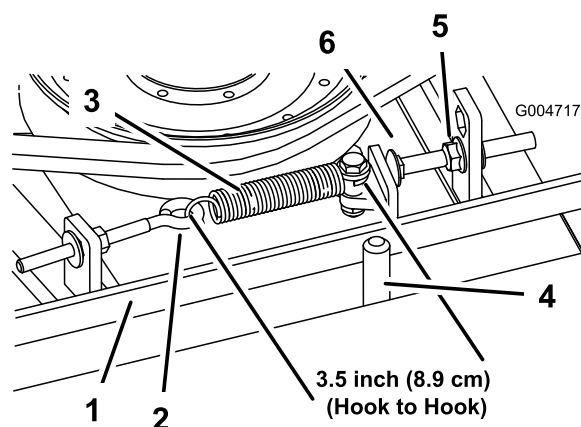

Figura 72
Quando la tensione è corretta, la misura interna della molla di prolunga (da gancio a gancio) deve essere circa 8,3 cm - 9,5 cm. Quando la tensione della molla è giusta, regolate il bullone di arresto (bullone a testa tonda) fino ad ottenere un gioco di 2 - 5 mm tra la testa del bullone ed il braccio di rinvio (Figura 72).
Nota: Verificate che la cinghia si trovi dal lato molla del guidacinghia (Figura 72).
2. Allentate il bullone ad occhio per consentire la rimozione della molla di prolunga (Figura 72).
3. Allentate il dado flangiato che fissa il bullone di arresto all'aletta di montaggio e spostate la puleggia tendicinghia dalla cinghia per rilasciare la tensione (Figura 72).
9. Collegate la molla di prolunga (Figura 72) al bullone ad occhio e tendete la cinghia come segue: